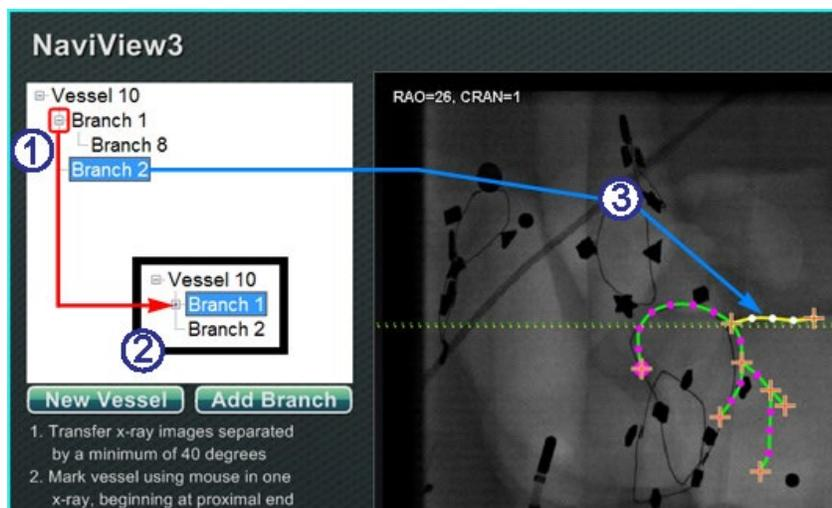

Figure 134. Arborescence de répertoire indiquant les vaisseaux et les branches
Suivez l'intervention décrite ci-dessus pour créer plus de branches à partir de branches et de troncs existants (Figure 134). Il est possible de créer autant de vaisseaux et de branches que souhaité.
Explicatif de l'ajout de branches supplémentaires (Figure 134)
- ① Lorsque des vaisseaux et des branches sont ajoutés, l'arborescence du répertoire s'agrandit. L'indentation de chaque nom de branche indique le niveau de celle-ci. Ainsi, le nom d'une branche indentée deux fois est la branche d'une branche.
- ② Il est possible de déployer et de réduire les noms de vaisseaux et de branches au fur et à mesure que des branches sont ajoutées en dessous. Par exemple, il est possible de réduire le vaisseau 1 dans la **Figure 134** en cliquant sur le signe moins (-). Seul le nom du vaisseau 1 s'affiche. Il est aussi possible de réduire la branche 1. Il est également possible de déployer un groupe quelconque en cliquant sur le signe plus (+).
- ③ Cliquez sur le nom d'un vaisseau ou d'une branche pour sélectionner ce vaisseau ou cette branche. Le nom est mis en surbrillance par un rectangle bleu vif, et le tracé est mis en surbrillance avec les couleurs de mode sélectionné : jaune et blanche.